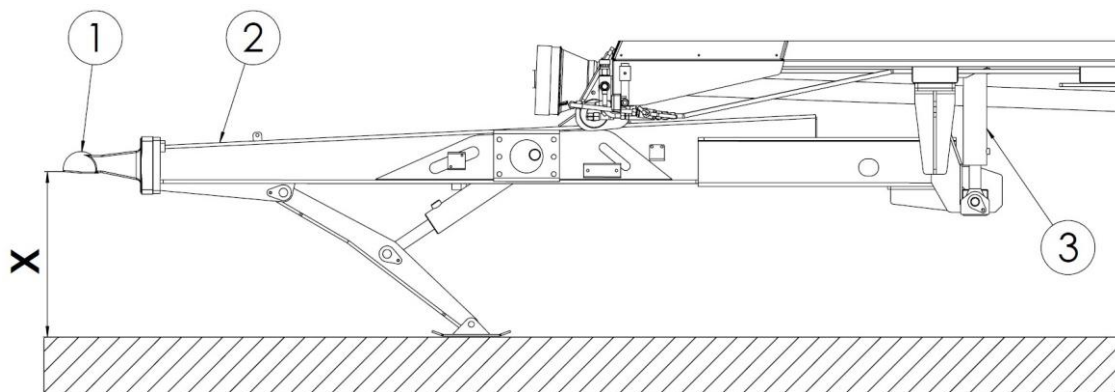

Рисунок 18 Положение дышла относительно земли
Собранный на заводе навозоразбрасыватель предназначен для соединения только с нижней сцепкой трактора. Сцепка (2) имеет возможность изменять высоту петли дышла (1) относительно земли – рисунок 18. Это выполняется гидравлическим цилиндром (3). Регулировка дышла на соответствующей высоте связана с выравниванием навозоразбрасывателя, которое обеспечивает равномерное распределение веса навозоразбрасывателя на оси. После агрегирования навозоразбрасывателя убедитесь, что навозоразбрасыватель правильно выровнен, как без груза, так и с грузом.